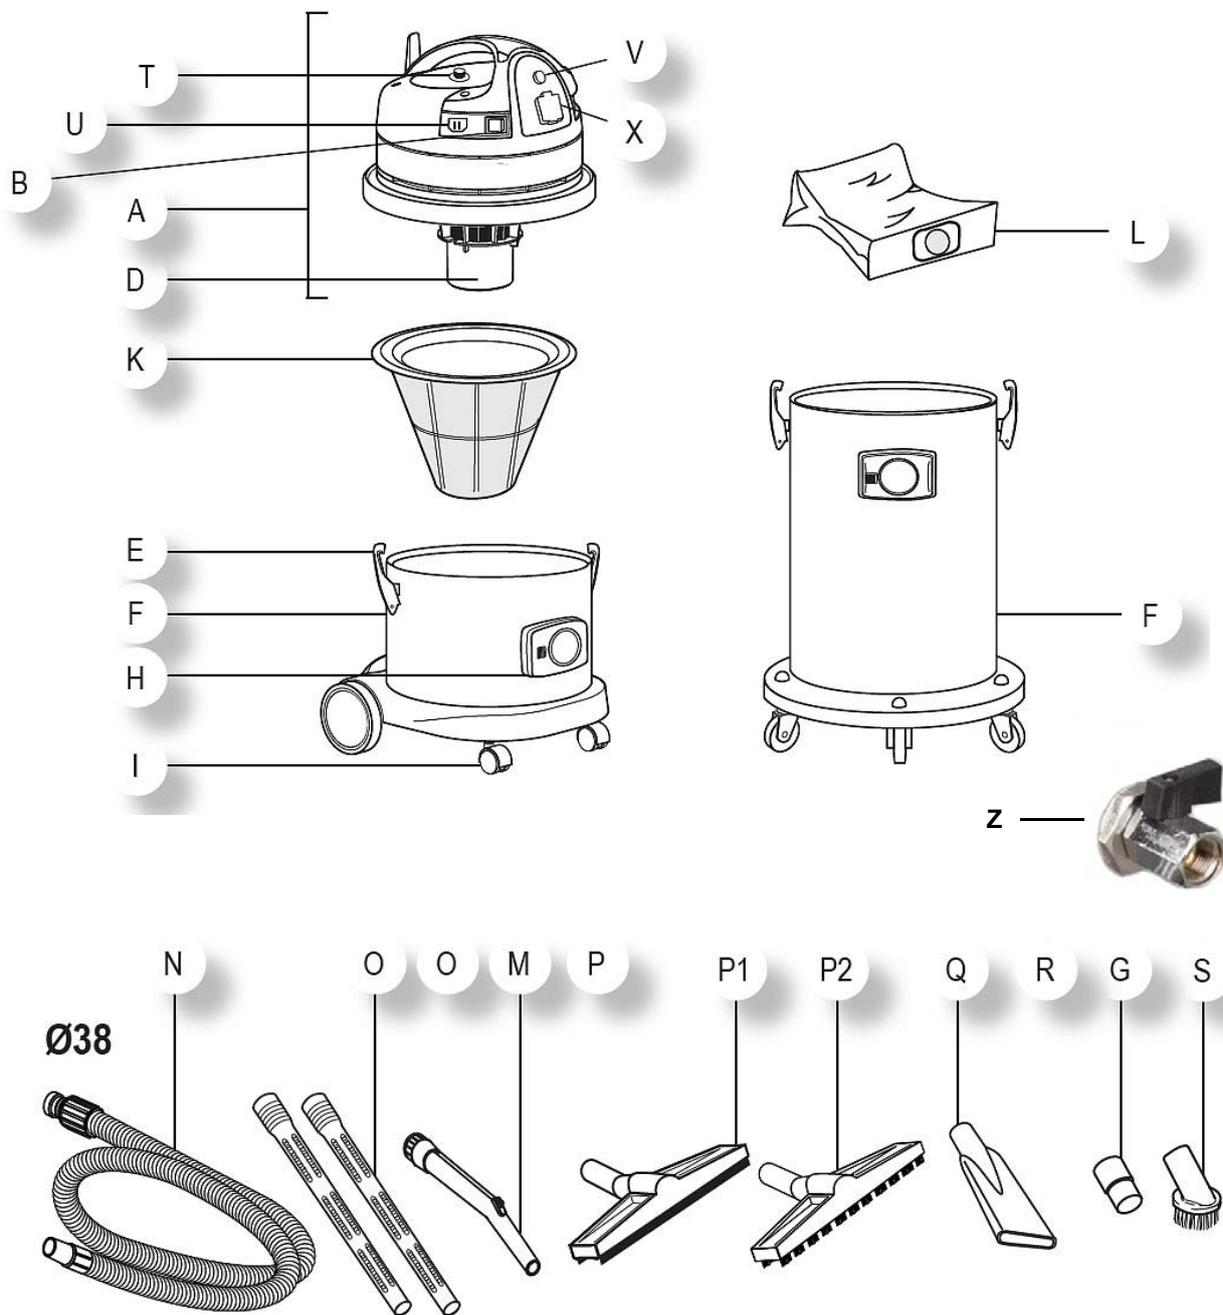

Fig.3: Descripción del flexCAT 135 O
Paso 2: Verifique el flotador y la jaula del flotador (D, Fig.3) en busca de daños y libre circulación.